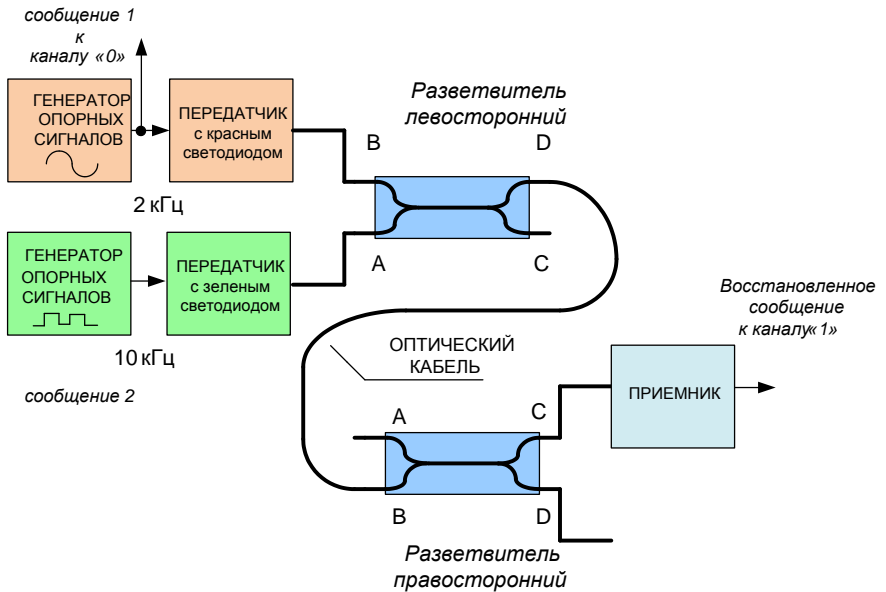

Рис.4. Структурная схема линии передачи аналогового и цифрового сигналов без светофильтров
Для выполнения дальнейших исследований, используется структурная схема рис.4. Теперь по оптическому каналу передаются два сигнала – аналогового сообщения и цифрового сообщения (сигнал с выхода 10 кГц *DIGITAL* генератора опорных сигналов).
17. Измените схему и соедините, как показано на рис. 4.